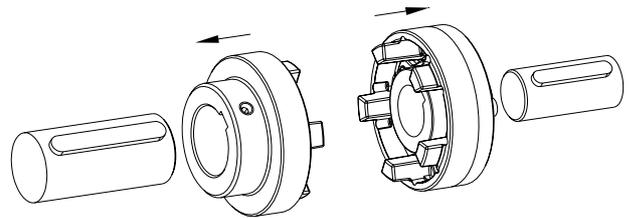

Figura 21: montaje del mangón y el mangón brida con el casquillo de levas
- Monte el mangón y el mangón brida con el casquillo de levas en el eje motriz y del eje conducido (véase figura 21).